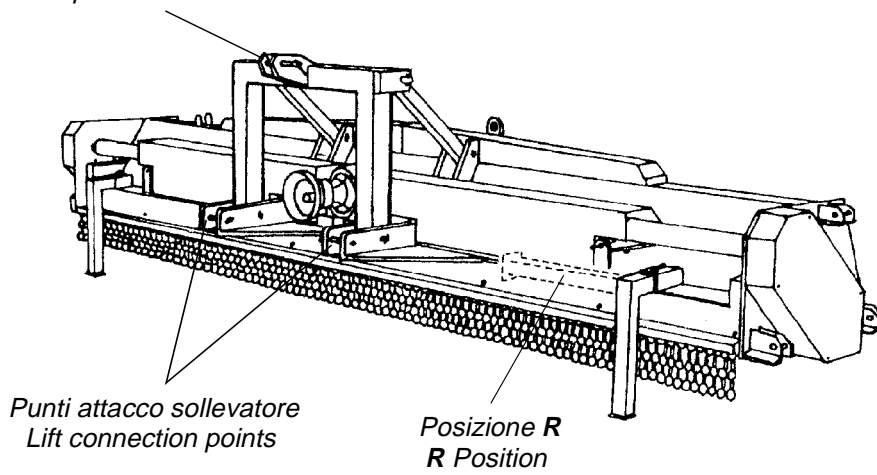
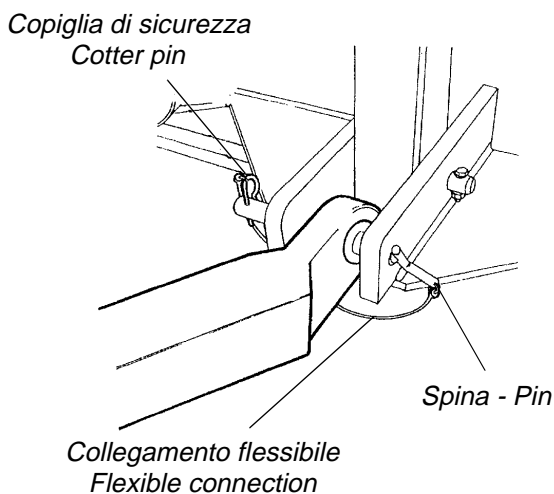
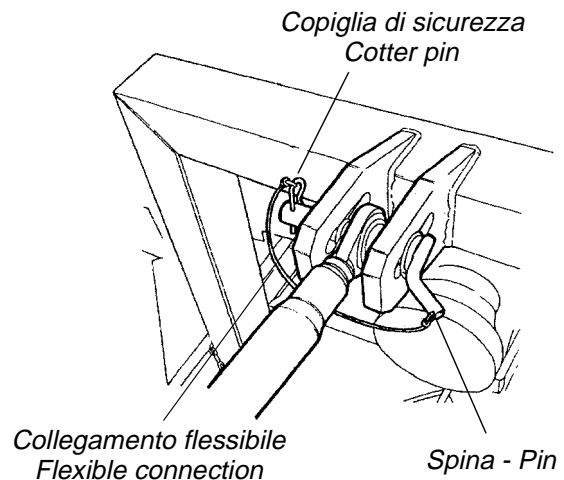

Fig. 4-10 Trinciatrice RMU 3200 DTS - 3200 DTS/96C - 400 S - 420 S
Fig. 4-13 Collegamento al sollevatore della trattrice
Fig. 4-14 Collegamento 3° punto
Se la trinciatrice si presenta come in Fig. 4-10, per collegarla alla trattrice, in posizione di lavoro, procedere nel modo seguente:
- Collegare i punti d'attacco (Fig. 4-10) ai bracci del sollevatore della trattrice (Fig. 4-13).
- Collegare il terzo punto (Fig. 4-10) alla trattrice (Fig. 4-14).
Assicurarsi che i collegamenti dei tre punti alla trattrice siano eseguiti correttamente. In particolar modo le spine, dopo essere state inserite, devono essere bloccate dalle copiglie di sicurezza (Fig. 4-13 e 4-14).
- Alzare la trinciatrice, tramite il sollevatore della trattrice, e portare i piedi d'appoggio nella posizione R (Fig. 4-10).
If the shredder is in the configuration shown in Fig. 4-10, it should be connected to the tractor as follows:
- Connect the linkage points (Fig. 4-10) to the arms of the tractor lift (Fig. 4-13).
- Connect the third point (Fig. 4-10) to the tractor (Fig. 4-14).
Make sure that the three points connection to the tractor are properly performed. It is particularly important that the pins, once they have been installed, are secured by means of the cotter pins (Fig. 4-13 and 4-14).
- Raise the shredder with the tractor lift and bring the support feet in the position R (Fig. 4-10).
- Collegare la trattrice al timone di lavoro della trinciatrice (Fig. 4-13 e 4-14).
- Connect the tractor to the shredder working rudder (Fig. 4-13 and 4-14).